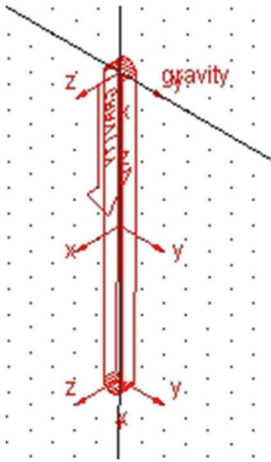

Figura 2.21 – *Link* criado na área de trabalho (vista isométrica).
- Clique no ponto correspondente à origem do sistema de coordenadas da área de trabalho do módulo. Essa será a coordenada inicial do *link*. Se houver dificuldade na seleção do ponto, posicione o cursor em qualquer região da tela e pressione a tecla F4. Isto fará com que apareça a janela *Coordinates*, conforme discutido na Etapa 3 do item 2.1.
- Arraste o cursor na direção vertical para baixo, para que a geometria *link* seja criada. A Figura 2.21 ilustra o resultado final dessa operação.